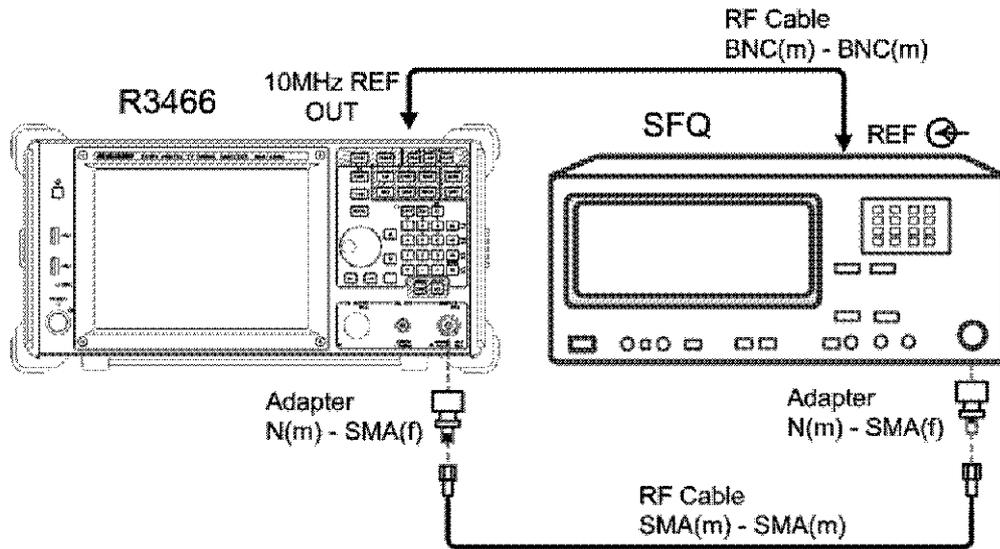

図 2-16 ISDB-T 周波数引込範囲試験
1. 機器を図 2-16 のように接続します。R3466N の場合は、Adapter の後に 50 to 75  $\Omega$  変換器を使用して本器と接続します。